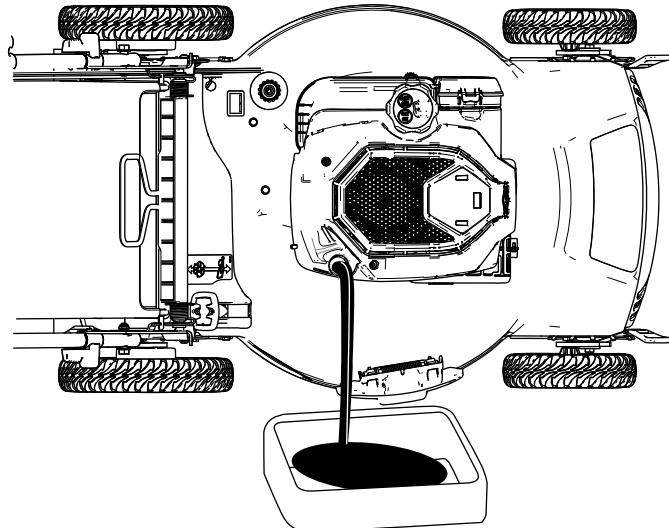
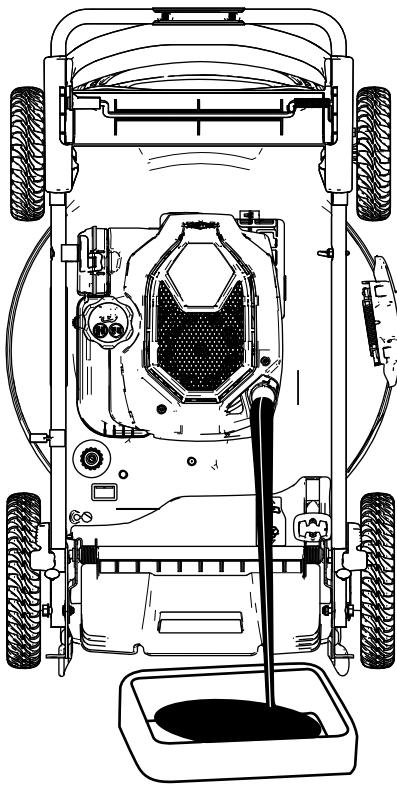

Figura 29
Figura 30
4. Inclinate il tosaerba sul fianco (di modo che il filtro si trovi in alto) per vuotare l'olio usato attraverso il tubo di riempimento (Figura 29), oppure mettete la macchina in posizione verticale di rimessaggio (Figura 30).